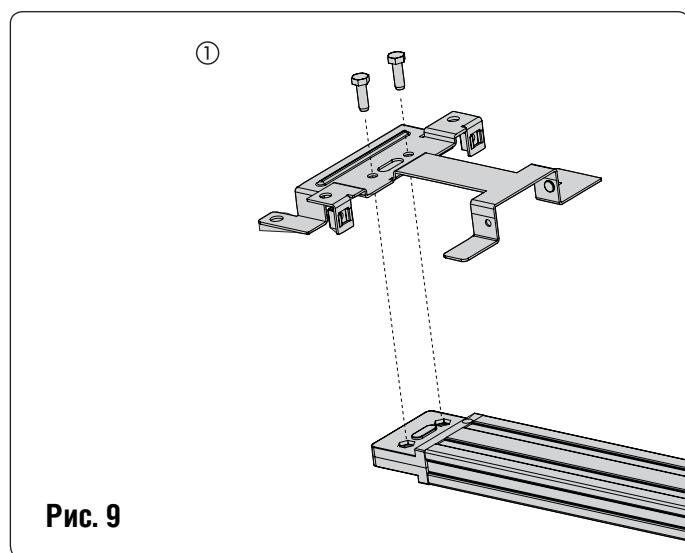

Рис. 9
- Положите направляющую на боковую сторону (рис. 9).
- Придвиньте каретку ближе к приводу (рис.9 выноска В).
- Отрегулируйте натяжение цепи (рис.9 выноска А) так, чтобы в середине направляющей верхняя часть цепи примерно совпадала со срединной линией направляющей (рис.9 выноска Б).